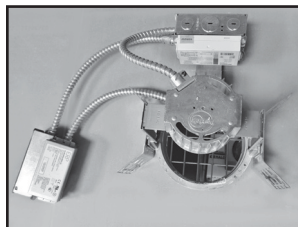

Figure 13.
- Retirez le réflecteur, la garniture et l'ampoule (Figure 13).